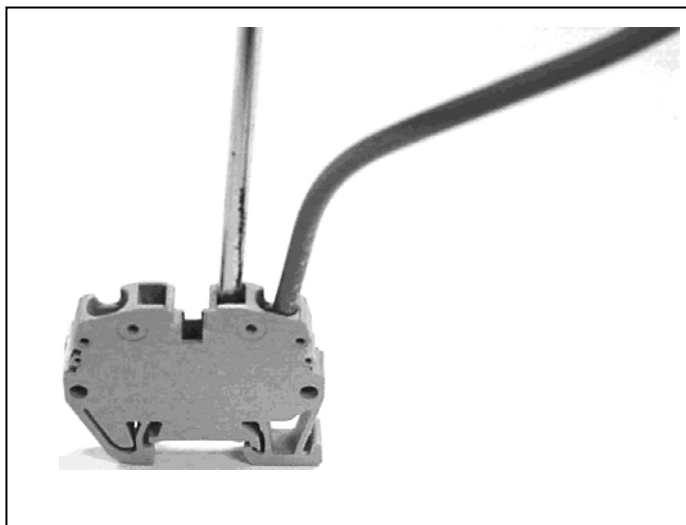

Figure 12 - Fil inséré dans l'ouverture «fil»
Étape 3 : Une fois le tournevis en place, introduire le bout du fil dénudé (environ 7 mm) dans la grande ouverture circulaire. Enfoncer le fil jusqu'à ce qu'il ne puisse aller plus loin (consulter la Figure 12).